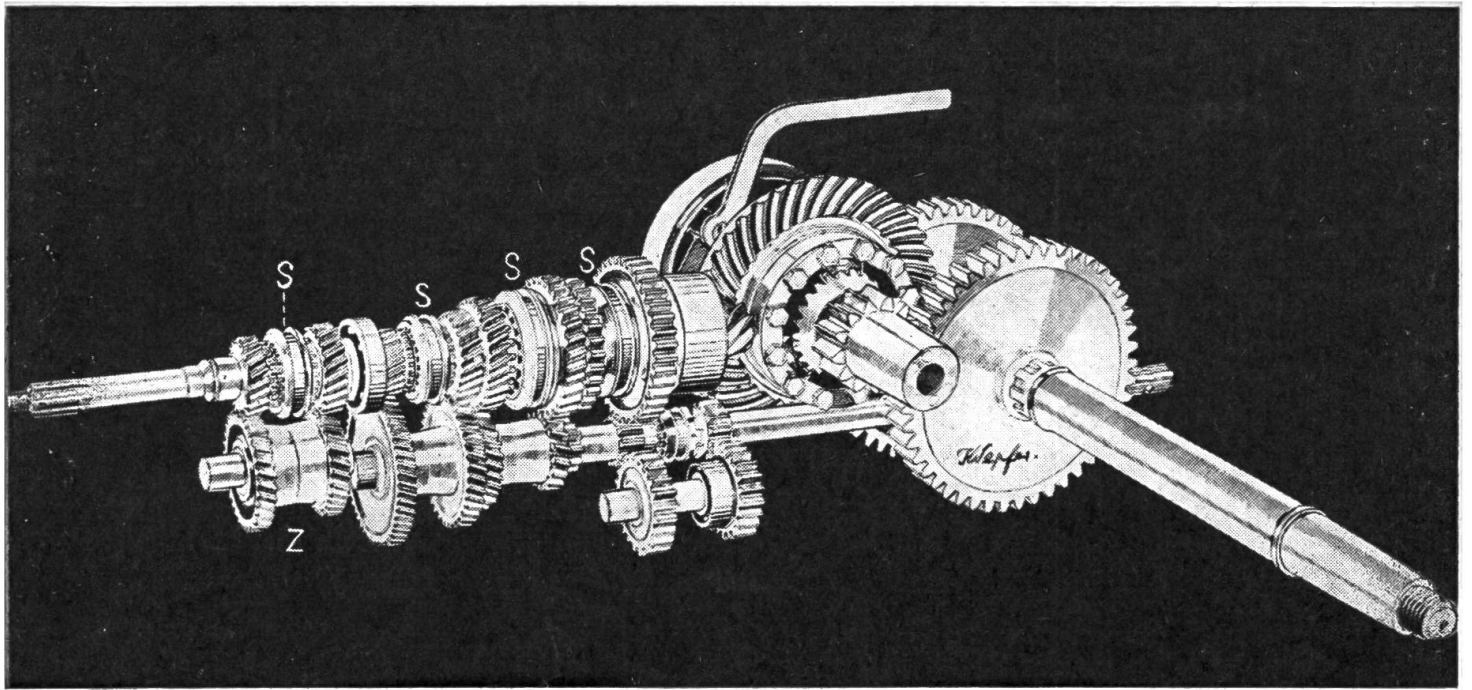
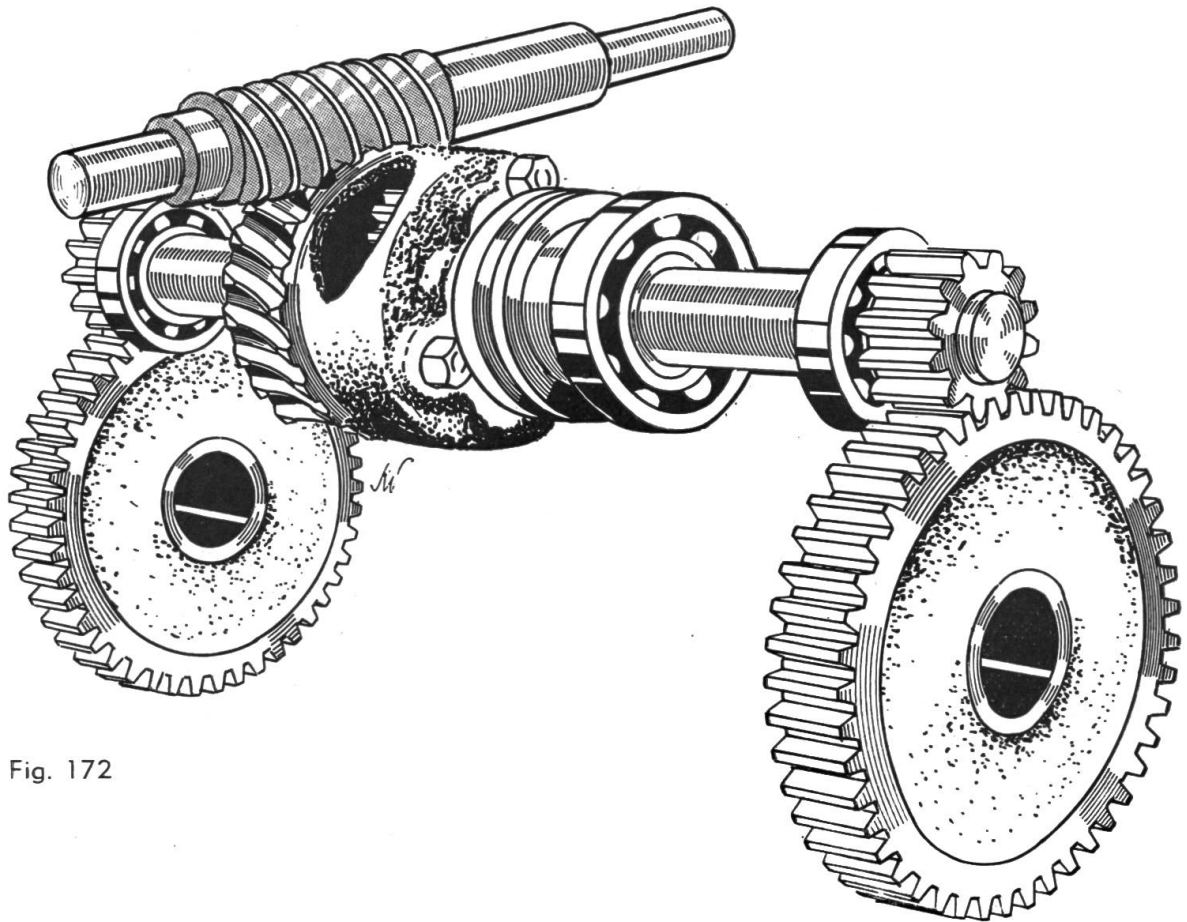

Fig. 165
Fig. 172
Im Automobilbau wird heute mit allen Mitteln versucht, diesen — von vielen Leuten schwer erlernbaren — Schaltvorgang zu vereinfachen, durch Verwendung von *Synchron-* und *hydraulischen* Getrieben. Doch sind heute auch in schweizerischen Traktoren Getriebe eingebaut, die den Schaltvorgang wesentlich erleichtern, indem durch Verwendung von Klauenkupplungen die einzelnen Schalträder dauernd im Eingriff belassen werden können. Der Schaltvorgang besteht somit nur noch darin, das gewünschte Zahnrad, das sich auf der Getriebewelle frei drehen kann, kraftschlüssig mit ihr zu verbinden. Diese Aufgabe fällt der Schaltmuffe zu, die innen mit Nuten versehen und auf der ebenfalls genuteten Getriebewelle seitlich verschoben werden kann. In diese Nuten passen entsprechende Vorsprünge des zu schaltenden Zahnrades (Fig. 165). Die grundsätzlichen Schwierigkeiten des Schaltvorganges sind damit zu einem Teil behoben und vor allem sind durch Verwendung von Schaltmuffen, Zahnbeschädigungen durch unsachgemässes Schalten kaum mehr denkbar.
Fig. 165: 10-Gang-Traktorengetriebe (Bührer «Super»). Bei diesem Getriebe sind alle Räder dauernd im Eingriff. Sie drehen leer auf der Antriebswelle. Das Einschalten geschieht durch Verschieben der Schaltmuffen (S). Durch Verwendung eines Zwischengetriebes (Z) ist es möglich, alle Getriebestufen des 5-Gang-Getriebes mit oder ohne dieses zu benützen, so dass wir ein 10-Gang-Getriebe erhalten. Die Zapfwelle hat 2 Geschwindigkeiten und wird ebenfalls durch Klauen geschaltet.
Dagegen werden heute die meisten Einachstraktoren mit Differentialgetrieben ausgerüstet (Fig. 172).
Fig. 172: Vielfach werden zwischen Differential und Radachse noch sog. Ritzelgetriebe eingebaut, wie z. B. bei den beiden 5- und 10-Gang-Traktorengetrieben in Fig. 164 und Fig. 165. Die gleiche Methode wird auch in einzelnen Einachstraktoren mit Erfolg angewendet. Unser Bild zeigt das Differentialgetriebe des Rapid-Einachstraktors, bei dem ebenfalls ein Ritzelgetriebe verwendet wird.